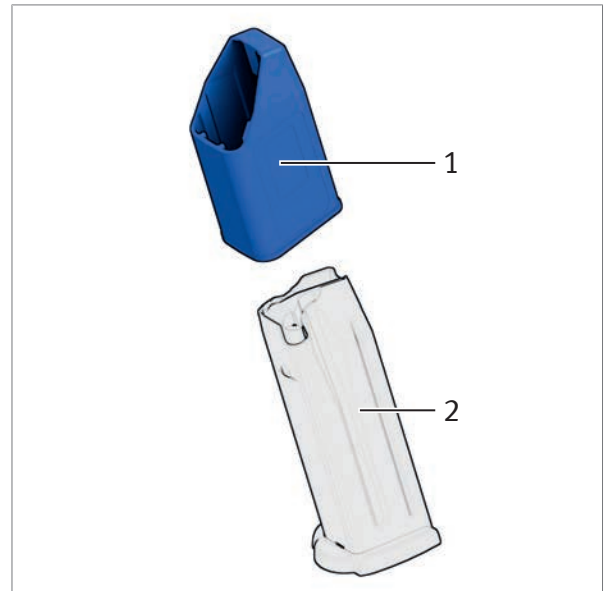

Abb. 49: Ladehilfe auf das Magazin setzen
1. Ladehilfe auf das Magazin setzen (Abb. 49).